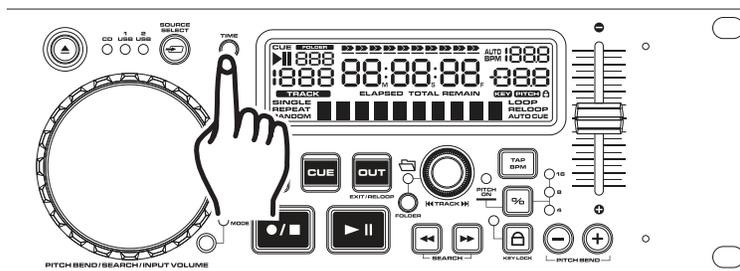

Abbildung 13
12. ÄNDERN VON ZEIT-ANZEIGE (29)/ZEIT-BALKEN (30):
Die Zeit kann auf drei verschiedene Arten angezeigt werden; Total Remain (gesamte verbleibende Zeit), Remain (verbleibende Zeit) und Elapsed (verstrichene Zeit). Wenn Sie während der normalen Wiedergabe die TIME-Taste (5) drücken, wie in Abbildung 13, ändern sich die Zeit-Anzeige-Informationen (29) im LCD-Display. Im Folgenden finden Sie einen kurzen Abriss der Zeit-Einstellungen und ihrer Funktionen:
- 1) Total remain (37) – Im LCD-Display wird die komplette verbleibende Zeit der aktuellen CD angezeigt.
- 2) Remain (37) – Im LCD-Display wird die verbleibende Zeit des laufenden Tracks angezeigt.